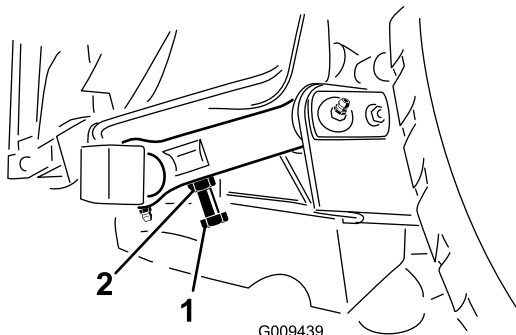

Figure 32
3. Pour ajuster la distance, trouvez le boulon sur la bielle de pivot arrière de l'unité de coupe (Figure 32).